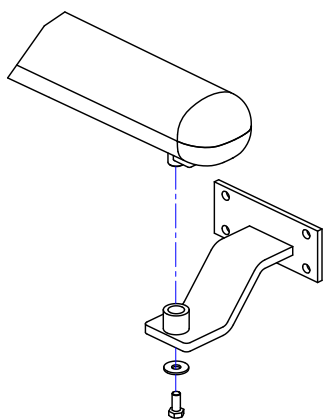

Рисунок 12. Установка привода на крепление переднее
- Установите привод на заднее (Рисунок 11) и переднее (Рисунок 12) крепления. Для установки привода на переднее крепление разблокируйте привод (раздел «4.3. Ручная разблокировка») и переместите створку руками. Используйте отверстие внизу корпуса привода, чтобы достать ось заднего крепления.